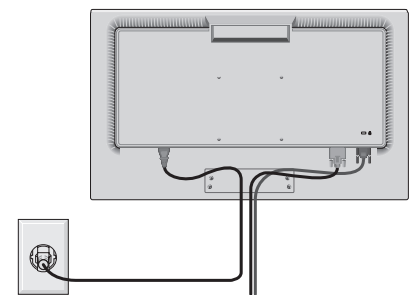

Figura R.3
- Collegare il cavo di alimentazione AC ed il cavo segnali al retro del monitor (**Figura R.3**).